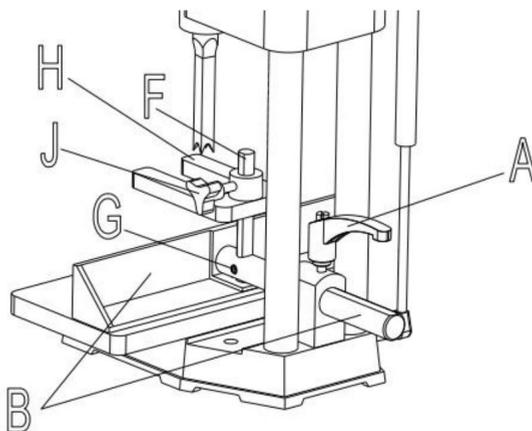

Rys. 6
1. Zamontuj stół (A) rys. 6 do podstawy za pomocą dwóch śrub z łbem płaskim M6x1x35mm śruby (B) Włóż dwie śruby (B) do dwóch otworów (D) w tabeli (A). Umieść wkręć dwie nakrętki T (C) w szczeliny (E) znajdujące się w dolnej części podstawy i dokręć wkręć dwie śruby (B) w dwie nakrętki teowe (C) i mocno je przykręć.
2. Stół (A) rys. 6 można przesuwając do środka lub na zewnątrz, poluzowując dwie śruby (B) i ponowne ustawienie stołu i dokręcenie śrub (B).